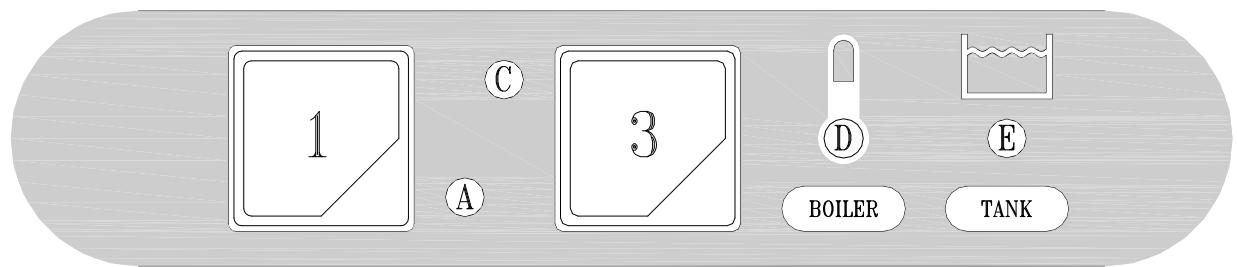

Рис. 3-2
- Когда цикл подачи воды завершен, откройте дверь (I) и добавьте моющее средство (около 2 г на литр емкости ванны). Поместите полную корзину (L) и закройте дверцу (I). Теперь нажмите кнопку START (3) (удерживайте не менее 2 секунд), и начнется цикл мойки, о чём будет сигнализировать индикаторная лампочка (C). Когда цикл закончен, этот индикатор выключится. Чтобы выключить прибор, поверните выключатель (1) на 0. Индикатор (A) погаснет (рис.3-2 ÷ 3-3).
- When the water intake cycle is complete, open the door (I) and add detergent (about 2 g. per litre of tank capacity). Position the full basket (L) and close the door (I). Now press the START button (3) (at least for 2 seconds) and the wash cycle displayed by light (C) will start. When the cycle is over, this light goes out. To turn off the appliance, turn the switch (1) to 0. Light (A) indicates the appliance is off (fig.3-2÷3-3).
- Nach erfolgter Füllung die Tür (I) öffnen und das Spülmittel einfüllen (ca. 2g/l Fassungsvermögen des Spülbehälters) Den gefüllten Geschirrkorb (L) einsetzen und die Tür (I) schließen. Nun die START-Taste (3) mindestens 2 Sekunden lang drücken, und das Spülprogramm beginnt, die Kontrolllampe (C) leuchtet auf und am Programmende erlischt die Kontrolllampe. Um das Gerät auszuschalten, muß der Schalter (1) auf die Position 0 gestellt werden, die Kontrolllampe (A) erlöscht (fig.3-2÷3-3).
- Lorsque le remplissage est terminé, ouvrir la porte (I) et verser le détersif (environ 2 g pour chaque litre remplitant la cuve). Introduire le panier (L) plein et fermer la porte (I). A ce stade, presser le bouton-poussoir START (3) (au moins 2 secondes) et le cycle de fonctionnement commencera, visualisé par la lampe-témoin (C). La fin du cycle coïncide avec l'extinction de ce voyant. Pour arrêter la machine, il faudra débrancher l'interrupteur (1) en le ramenant sur la position 0: lampe-témoin (A) (fig.3-2÷3-3).
- Después del llenado, abra la puerta (I) y vierta el detergente (2 gramos aproximadamente por litro de capacidad de la cuba). Introduzca el cesto (L) carga y cierre la puerta (I). Pulse ahora START (3) (almenos durante 2 segundos) para arrancar el ciclo de trabajo: se enciende la luz testigo (C), que se apagará al final del ciclo. Para apagar la máquina desconecte el interruptor (1): posición 0, luz testigo (A) apagada (fig.3-2÷3-3).